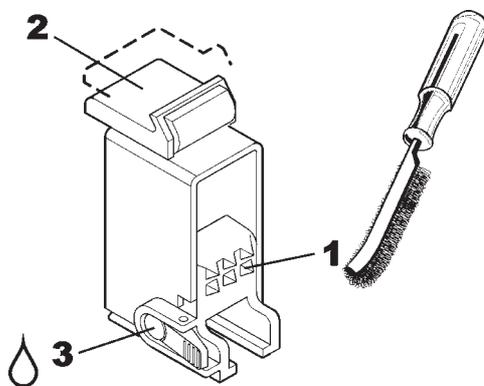

Fig. 6.0-2
C. Nettoyer une fois par semaine les dents des griffes (1 Fig. 6.0-2) avec une brosse en acier, contrôler les protections en plastique des dents des griffes (2) si celles-ci sont détériorées les remplacer. Nettoyez le mécanisme de blocage / débloccage de la serrure des griffes (3) et lubrifie légèrement.